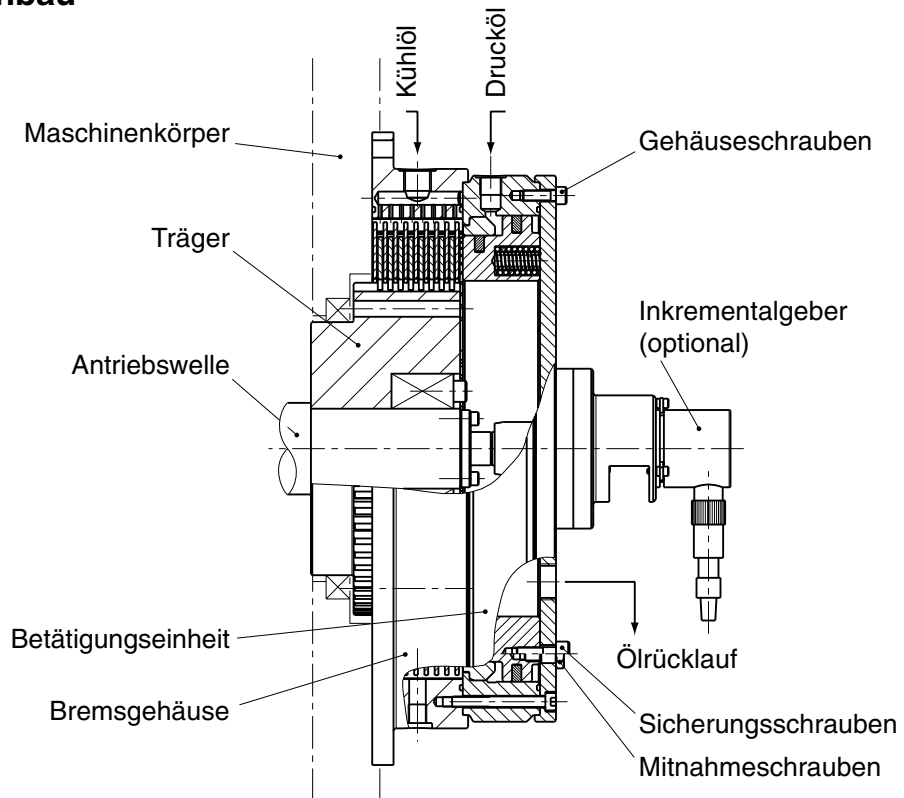

Abb.2a: Einbau der Bremse
- **Eine** Mitnahmeschraube aus der Betätigungseinheit entfernen (siehe Darstellung Abb. 2a und 2b: Einbau der Bremse).